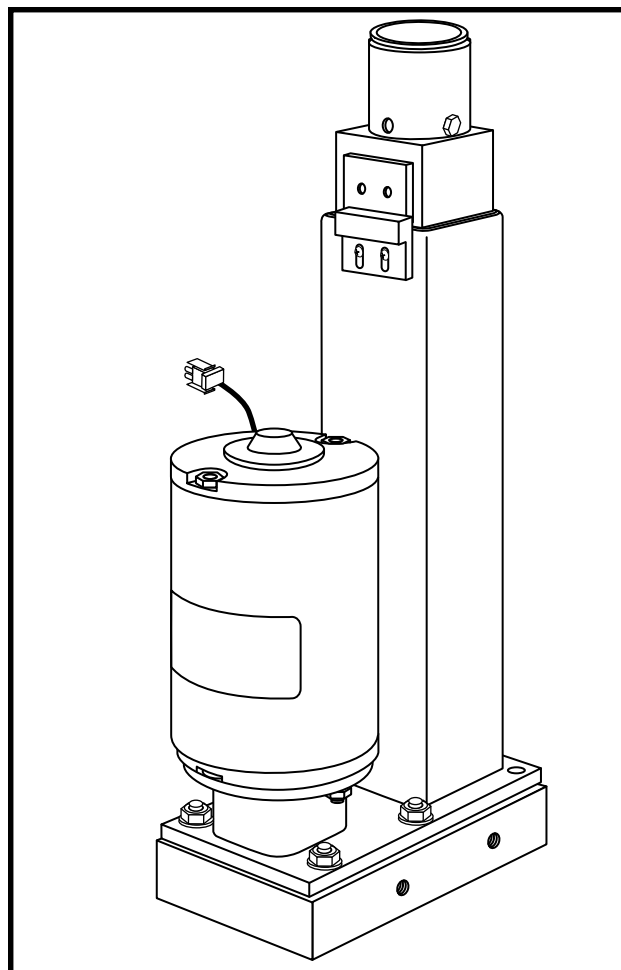

Figure 15. Moteur du siège électrique
1. Alignez le mât avec l'ouverture dans le moteur du siège. Voir la figure 15.